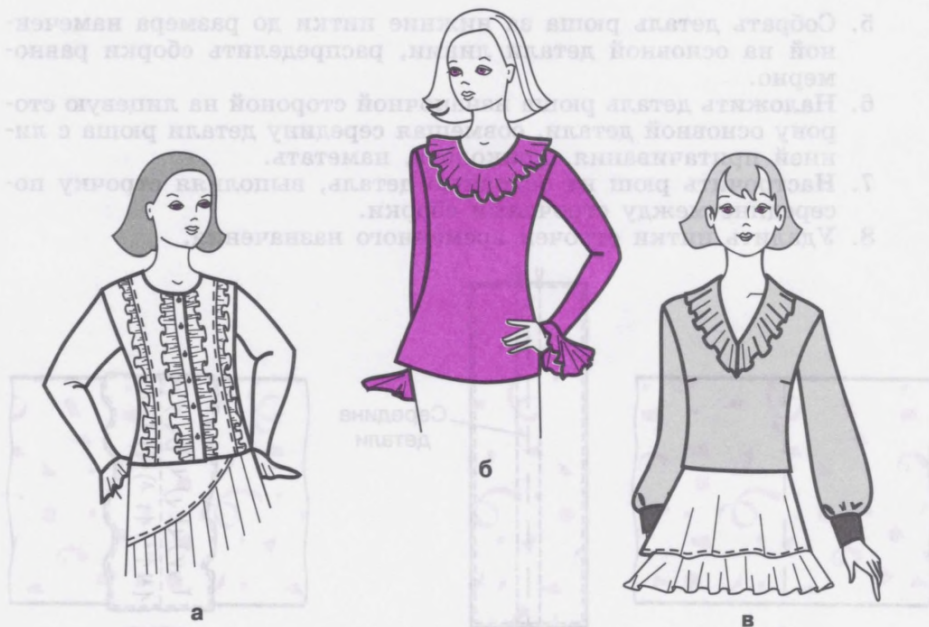

Рис. 70. Воланы:
*Воланы* внешне похожи на оборки. Но оборки раскраивают по прямой линии, а воланы — по кругу или по *спирали*. Воланами можно отделать деталь переда блузки или платья (рис. 70, а), закончить нижние срезы рукавов в нарядных блузках или платьях (рис. 70, б) и нижний срез юбки (рис. 70, в). Воланом также можно обработать срез горловины вместо воротника (см. рис. 70, б, в).
## Построение чертежа и изготовление выкройки волана к круглому вырезу горловины (см. рис. 70, б)
**Примечание.** Таким же способом изготавливают выкройку волана к нижнему срезу рукава (см. рис. 70, а, б). Длина линии притачивания волана равна длине нижнего среза рукава.
## Построение чертежа и изготовление выкройки волана к вырезу горловины углом (см. рис. 70, в)
## Построение чертежа и изготовление выкройки волана в виде оборки (см. рис. 70, а)